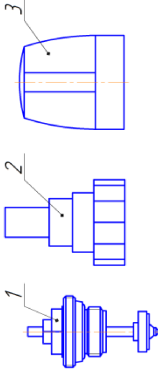

Рис.2 Состав вентилей.
2.3. Вентиль рис.2 состоит латунного корпуса поз.1 , в котором вдоль оси перемещается шток с затвором, регулирующего механизма поз.2 и пластикового маховика поз.3.
- установить корпус в сборе поз.1 рис.2, закрутить ключом или головкой S17 до плотного упора;